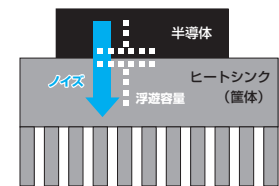

図2 コモンモードノイズ電流経路例
- ・例えばサーボモータなど PWM コントロールする機器の半導体のスイッチング動作で浮遊容量を介してコモンモードノイズ電流が流れます(図2)。